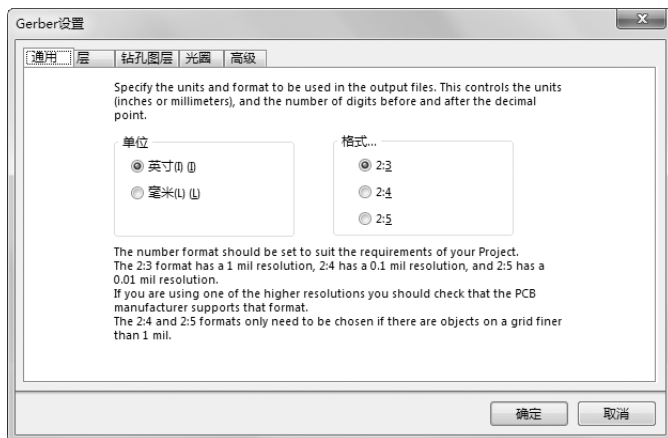

图 10-44 “Gerber 设置”对话框
(1) 打开 PCB 文件。选择菜单栏中的“文件”→“制造输出”→“Gerber Files”(Gerber 文件) 命令，系统将弹出如图 10-44 所示的“Gerber 设置”对话框。
(2) 在“通用”选项卡的“单位”选项组中单击“英寸”单选按钮，在“格式”选项组中单击“2:3”单选按钮，如图 10-44 所示。